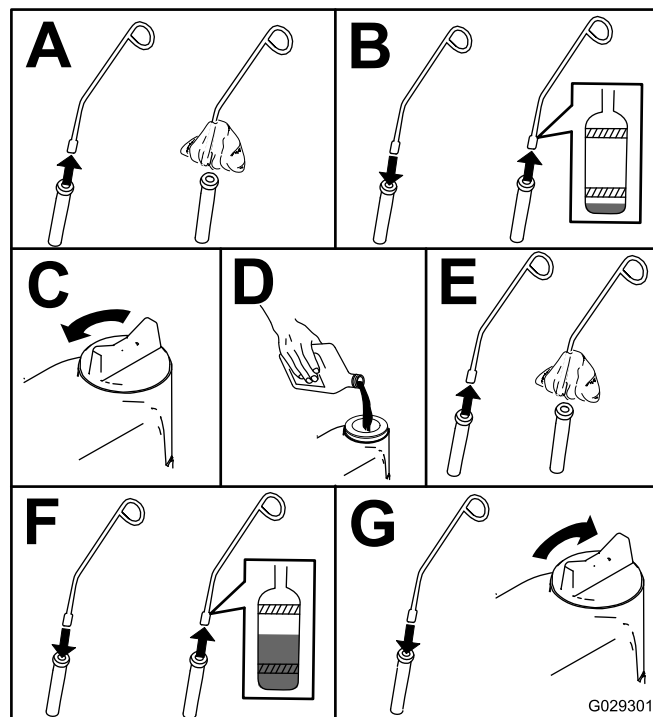

Рисунок 37
4. Перевірте рівень масла двигуна як показано в Рисунок 37.